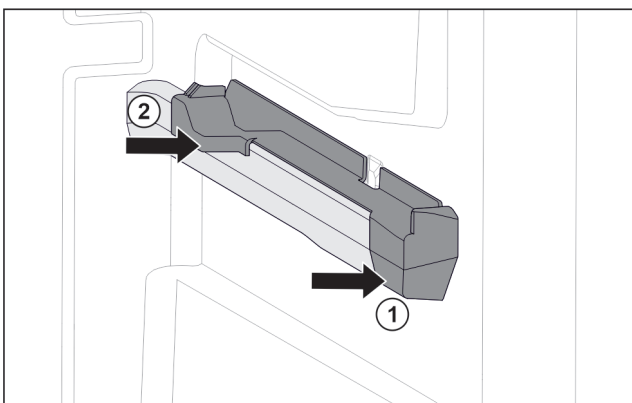

Fig. 84 Piesă de fixare pe nervura din dreapta a recipientului
- ▶ Așezați piesa de fixare în față pe nervura recipientului. Fig. 84 (1)
- ▶ Apăsați piesa de fixare spre spate. Fig. 84 (2)